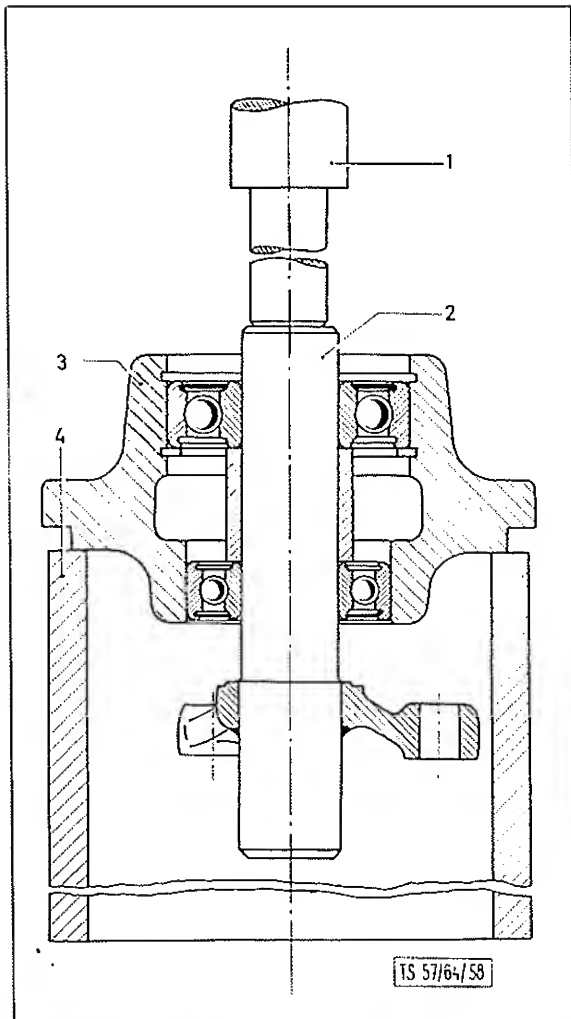

BILD 87 : Zerlegen der Lüfterantriebslagerung
7. Mitnehmerwelle aus dem Gehäuse auspressen (Bild 87).